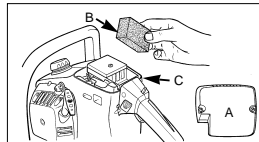

Abb. 18
- Entfernen Sie die obere Abdeckung (A), indem Sie Befestigungsschrauben der Abdeckung entfernen. Die Abdeckung lässt sich dann abheben.
- Heben Sie den Luftfilter (B) aus dem Luftkasten heraus (C) (Abb. 18).